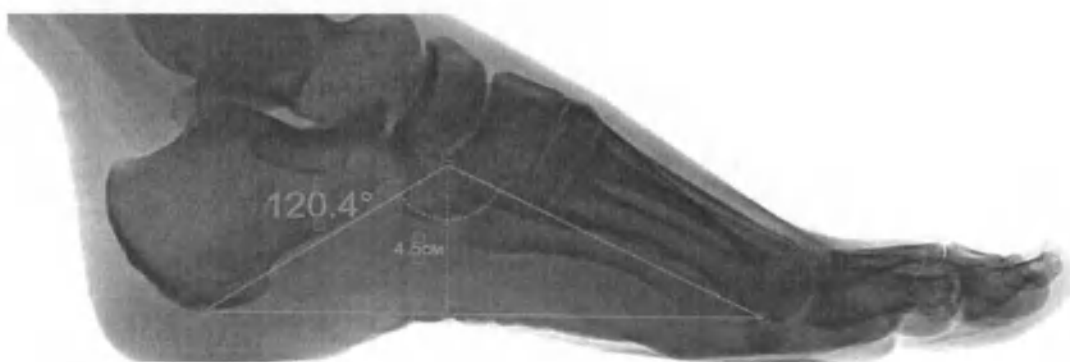

Рис. 126 Свод стопы
- На изображении появится треугольник с «тягунками» на вершинах (Рис. 126 Свод стопы);